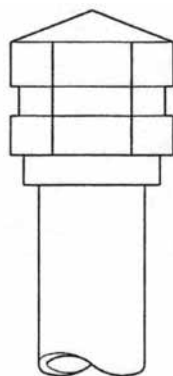

图 5.6 旧柱塞头的取下
- 2、使用锋利的刀具，按照图 5.6，在柱塞头下端切进 2~3 处，以便更容易取出。